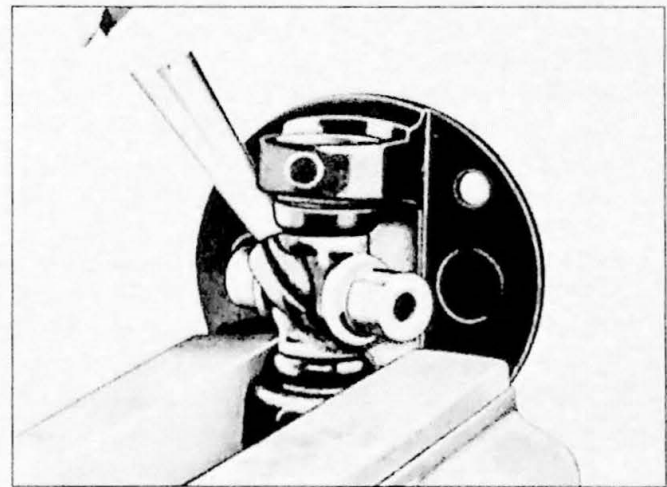

Fig. 8.13. Uitdrijven van lagerhouder III
6. Zet de flensvork (of de vorktap) vast in de bankschroef met de bekken om één zijde van de vork (Fig. 8.13). Drijf de lagerhouder uit op dezelfde wijze als de vorige (punt 3).